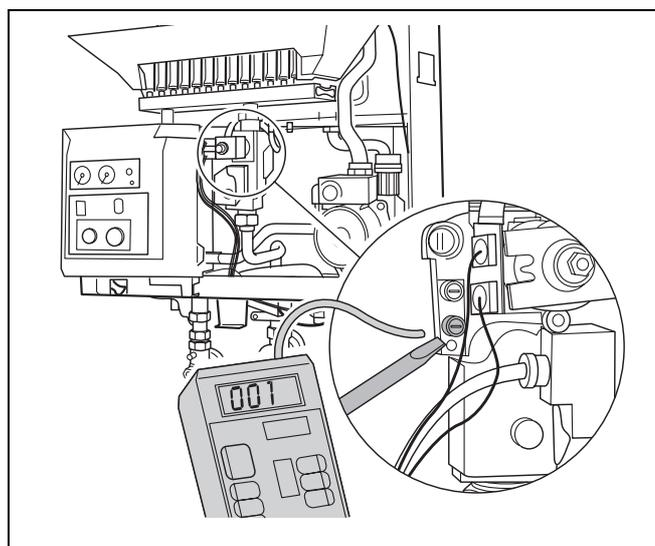

Fig. 29 Misurare la pressione di collegamento del gas
- Allentare di due giri la vite di chiusura del nippel di prova per la pressione di collegamento gas (fig. 29).